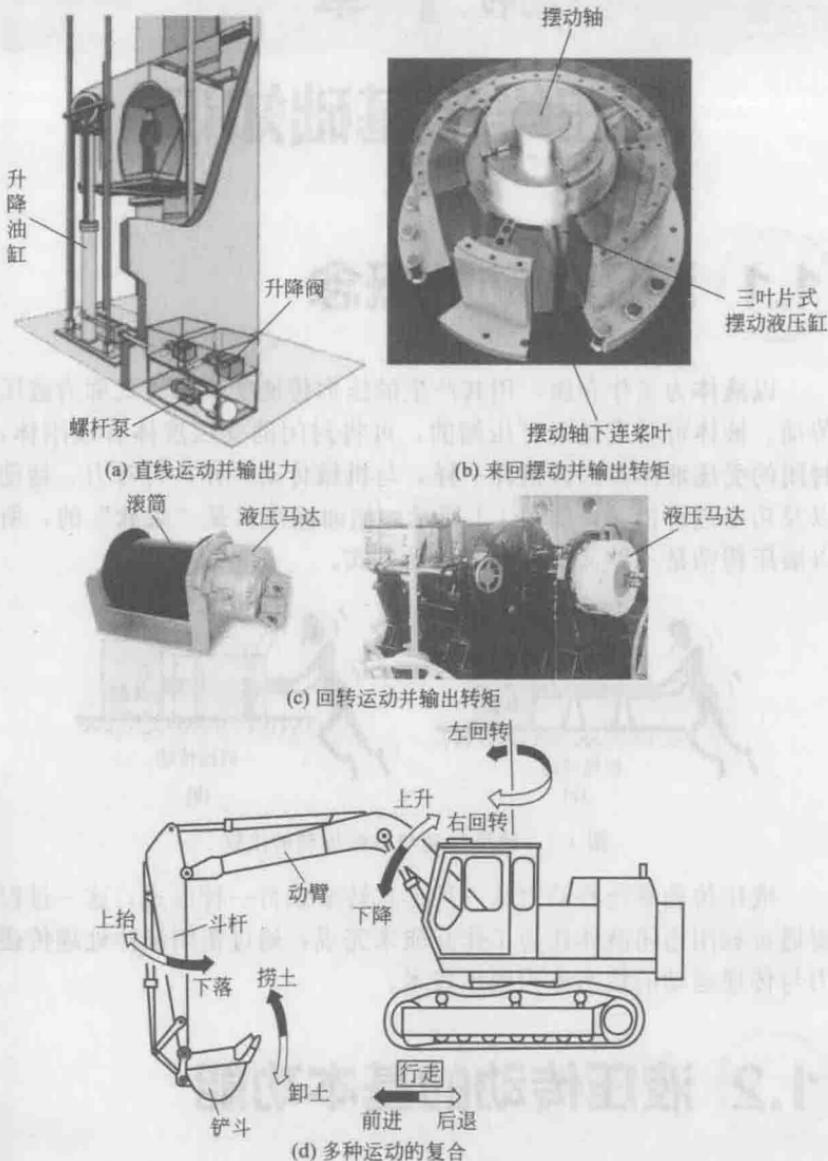

图 1-2 液压技术的基本应用
① 凡是需要做往复直线运动并输出力的地方可用到液压，用液压缸执行 [图 1-2(a)]。
② 凡是需要做摆动并输出转矩的地方可用到液压，用摆动液压缸执行 [图 1-2(b)]。
③ 凡是需要做回转运动并输出转矩的地方可用到液压，用液压马达执行 [图 1-2(c)]。
④ 用以上三种简单运动复合，可使液压系统完成液压设备多自由度的各种复杂运动（用多个液压缸与多台液压马达执行），并对其进行运动方向、速度快慢和输出力的控制 [图 1-2(d)]。